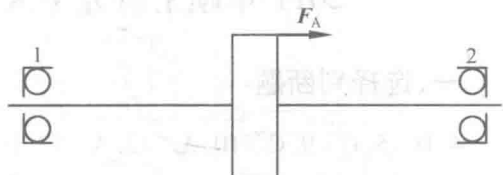

图 5
2. (16 分)某轴由一对角接触球轴承支承(正装),已知轴向力 $F_A = 1\,000 \text{ N}$,如图 5 所示,两轴承径向载荷分别为 $F_{r1} = 3\,000 \text{ N}$ 和 $F_{r2} = 5\,000 \text{ N}$,轴的转速 $n = 1\,450 \text{ r/min}$,载荷系数 $f_p = 1.2$,温度系数 $f_t = 1$ 。试求危险轴承的寿命。